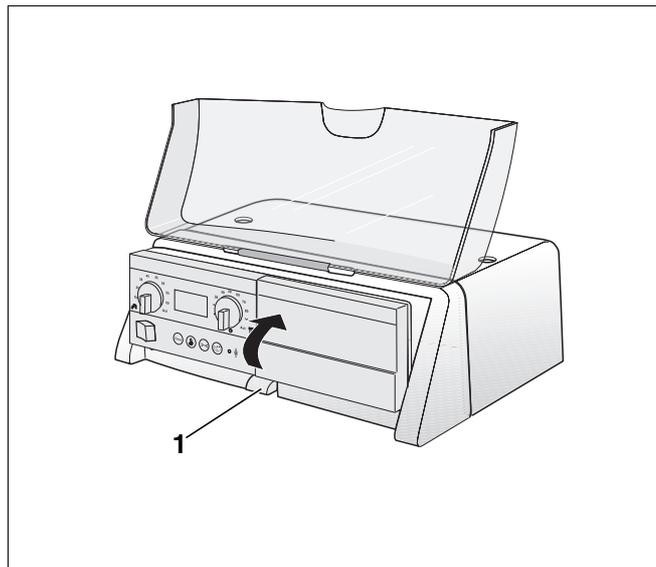

Fig. 38 Orientare l'alloggiamento del dispositivo di controllo base
- Spingere verso il basso il gancio centrale (fig. 38, **pos. 1**) dell'alloggiamento per il dispositivo di controllo base.